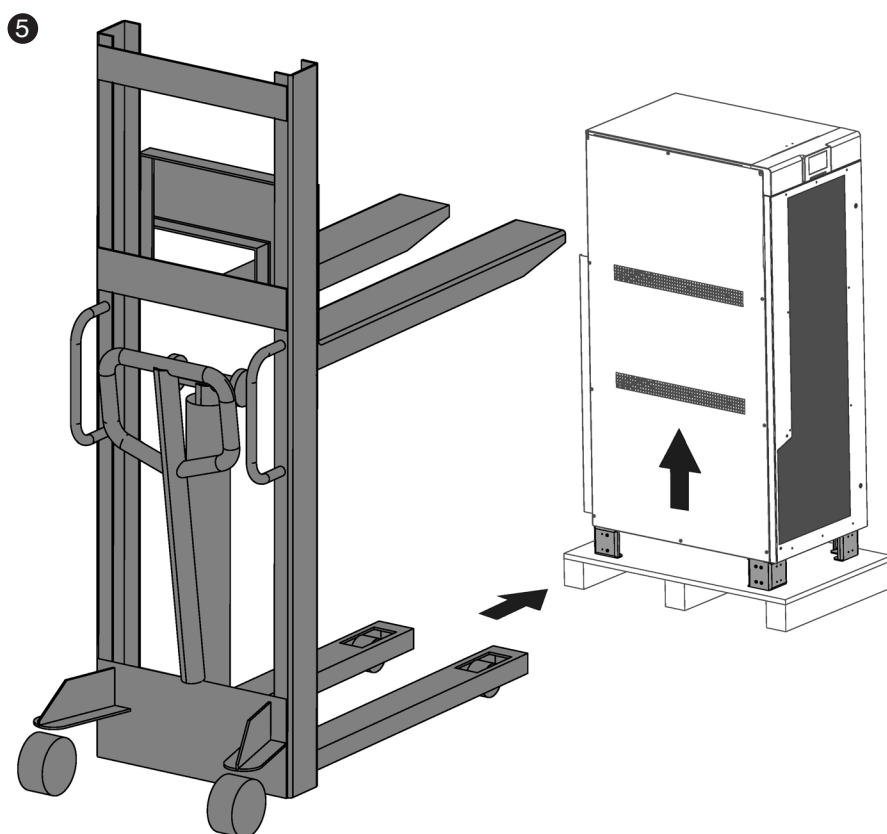

Fig. 31. Levage de l'équipement au moyen d'un transpalette.
- ❺ Procéder à la descente de l'équipement de la palette à l'aide d'un chariot élévateur ou d'un transpalette (Fig. 31).